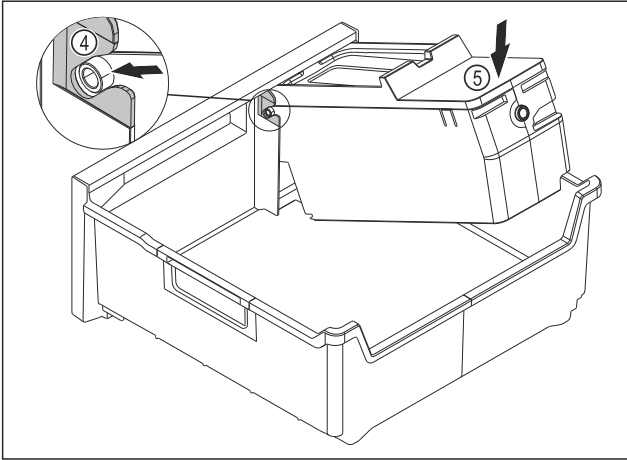

Fig. 216
- ▶ EasyTwist-Ice gövdesini monte edin: EasyTwist-Ice gövdesinin eksenlerini kılavuzlara Fig. 216 (4) itin.
- ▶ EasyTwist-Ice gövdesini Fig. 216 (5) arkadan aşağı bastırın.